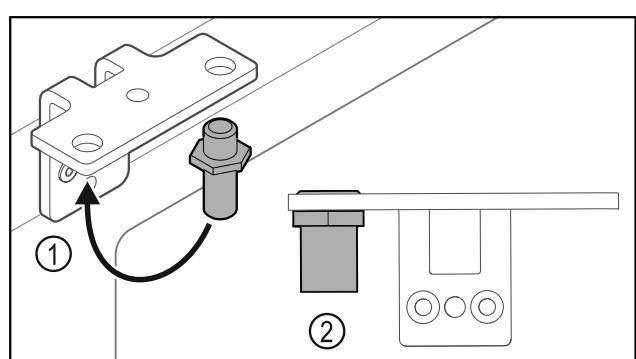

Fig. 20
- ▶ Cambiar la posición del perno Fig. 20 (1) en la escuadra de bisagra.
- ▶ Apretar el perno Fig. 20 (2) con un **par de 12 Nm**.